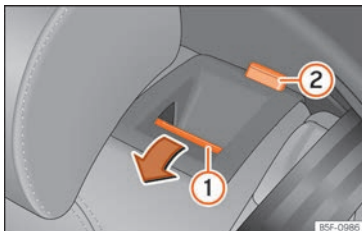

Abb. 161 In der Rückenlehne des Rücksitzes: Entriegelungstaste (1); rote Markierung (2).
- Ziehen Sie die Entriegelungstaste » Abb. 161 (1) nach vorn und klappen Sie gleichzeitig die Lehne vor.
- Die Rücksitzlehne ist entriegelt, wenn die rote Markierung des Tasters (2) sichtbar ist.
Die Rücksitzlehne ist entriegelt, wenn die rote Markierung des Tasters » Abb. 161 (2) sichtbar ist.